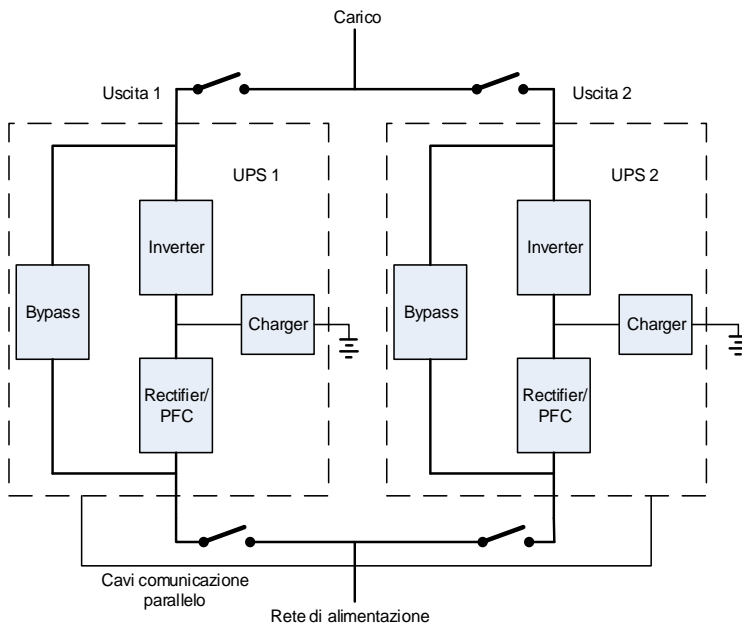

Fig 7. Schema di connessione parallelo
**Avviso:** chiudere gli interruttori di uscita 1 e 2, come in fig. 7 in modo da assicurare che tutti gli UPS abbiano le uscite accomunate prima di accendere gli USP. Altrimenti il parallelo non funziona.